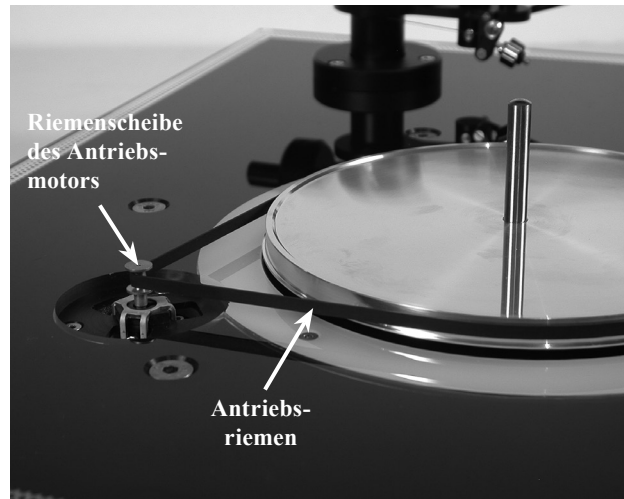

Abbildung 2
2. Legen Sie unter Benutzung der mitgelieferten textilen Schutzhandschuhe den Antriebsriemen auf den Außenrand des Untertellers und dann auf die Riemenscheibe des Antriebmotors auf. Drehen Sie dann den Unterteller von Hand, um den Antriebsriemen exakt aufzuziehen. Siehe Abbildung 2.